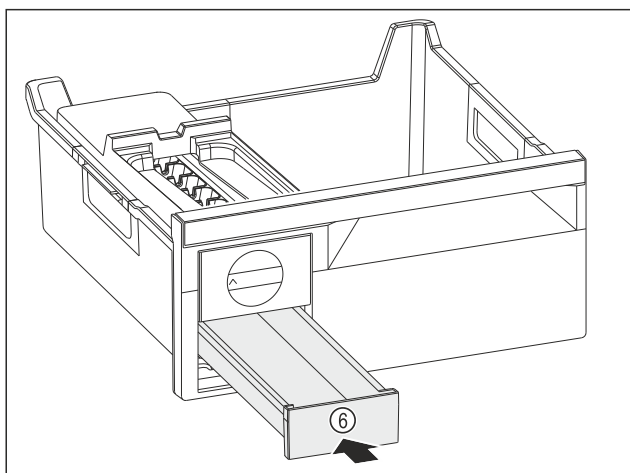

Fig. 88
- ▶ Zásuvku na kostky ledu Fig. 88 (6) zasuňte.